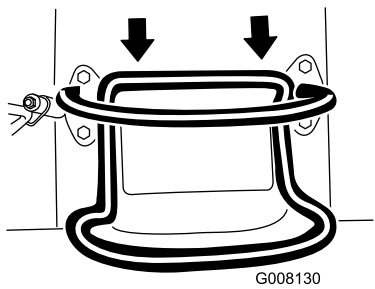

Figura 7
- Per spostarvi in retromarcia, tirate indietro il comando della trazione (Figura 7). **Quando vi spostate in retromarcia, controllate che dietro non vi siano ostacoli e tenete le mani sulla barra di riferimento.**